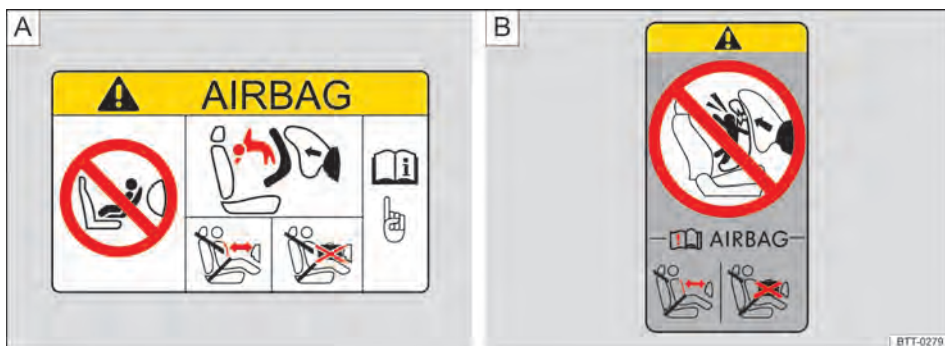

Fig. 73 Representação esquemática: etiqueta do airbag no para-sol A ou na coluna B B.
- No para-sol do passageiro dianteiro $\Rightarrow$ Fig. 73 A.